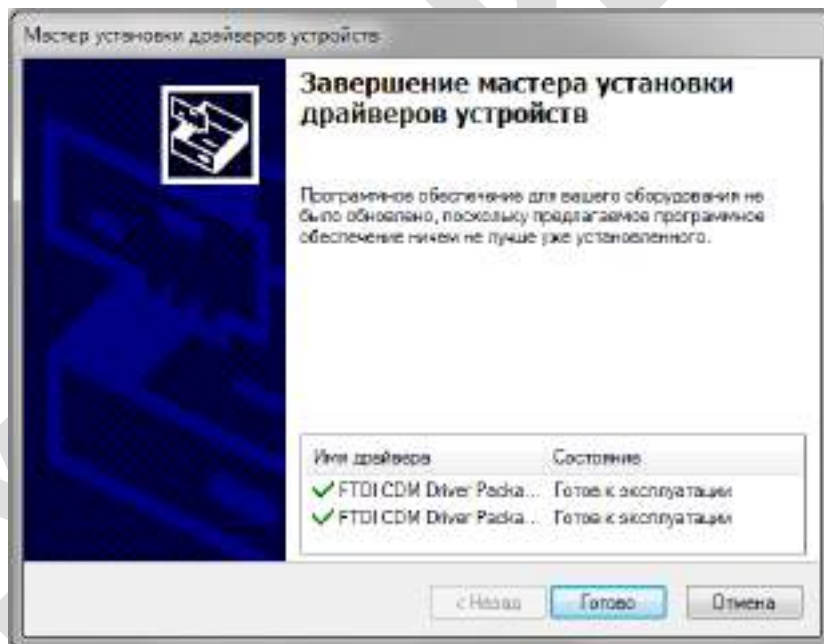

Рисунок 16 – Окно завершения установки драйверов
3.4.5 Нажать кнопку «Готово» в окне завершения установки драйверов (рисунок 16).